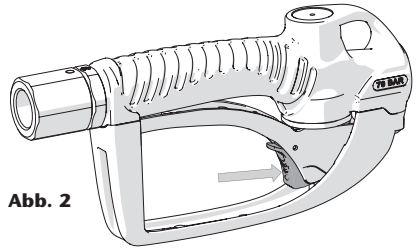

Abb. 2
2. Drücken Sie den Verriegelungsknopf (Abb. 2).